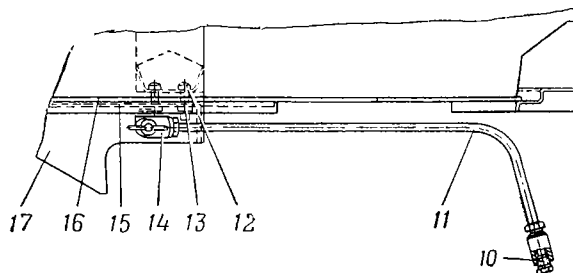

Рис. 44. Установка бензинового бака:
3. Вывернуть пробку 10 (рис. 44), открыть краник 14 и слить бензин. Закрыть краник и ввернуть пробку.
1. Уложить на полки 1, 6 и 15 (рис. 44) подкладку 16 и установить бензиновый бак.